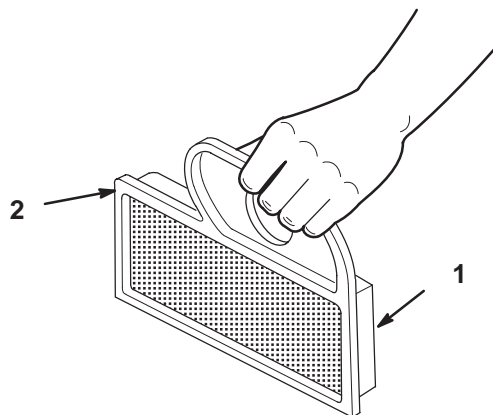

Figure 21
- A. Tapotez doucement l'élément sur une surface plane pour faire tomber la poussière et la saleté (Fig. 21).